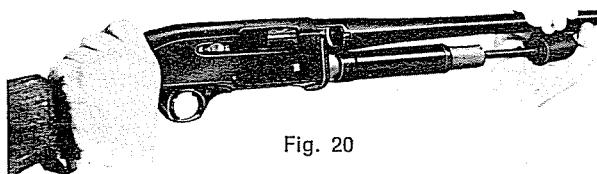

Fig. 19
- c) Appoggiare il calcio al corpo (od ad un piano) e tenendo ferma la canna con la mano sinistra sfilare con la mano destra l'asta, imprimendo un movimento rettilineo verso la bocca dell'arma (fig. 19).
- c — holding gun upright and barrel with the left hand, slide fore-end forward off magazine tube (fig. 19).
- c — en tenant le fusil vertical enlever le devant bois avec la main gauche en le tirant vers l'avant le long du tube magasin (fig. 19)